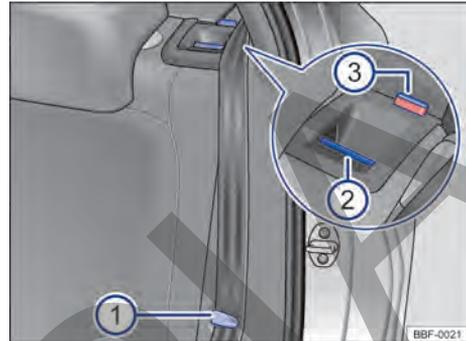

Fig. 64 En el respaldo del asiento trasero: tecla de desbloqueo.
- Encajar las bandas de los cinturones en los respectivos alojamientos en la guarnición lateral → fig. 64 ①
- Tirar de la tecla de desbloqueo → fig. 64 ② hacia adelante y, al mismo tiempo, rebatir el respaldo del asiento trasero hacia adelante.
- La parte de respaldo del asiento trasero estará desbloqueada cuando la marca roja → fig. 64 ③ sea visible.
- La marca roja → fig. 64 ③ ya no puede ser visible.